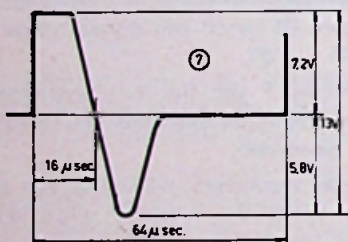

Fig. 10.
Duidelijk ziet men de invloed van de primaire trafo-zelfinductie (ca. 1 H) in fig. 10 — ⑦.
Op punt ⑥ is nu nauwelijks nog een lijnimpuls-sigitaal aanwezig, de amplitude daalde van 1,4 tot 0,5 V. (belast zelfs tot 0,3 V., zie fig. 10. onder).